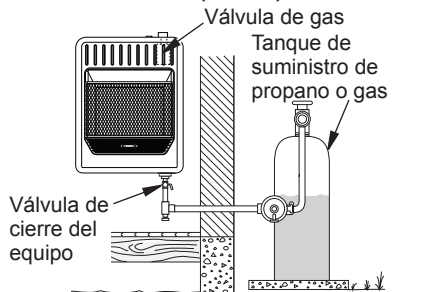

Figura 16 - Propano suministro de gas
3. Revise todas las uniones desde el medidor de gas, tanto para suministro de gas natural o propano, hasta la válvula de cierre del equipo (consulte la figura 16 o 17). Aplique en todas las uniones algún líquido de detección de fugas que no sea corrosivo. La formación de burbujas indicará una fuga.
4. Revise todas las uniones entre la válvula de cierre del equipo y válvula de control (consulte la figura 16 o 17, página 51). Aplique en todas las uniones algún líquido para detectar fugas que no sea corrosivo. La formación de burbujas indicará una fuga.